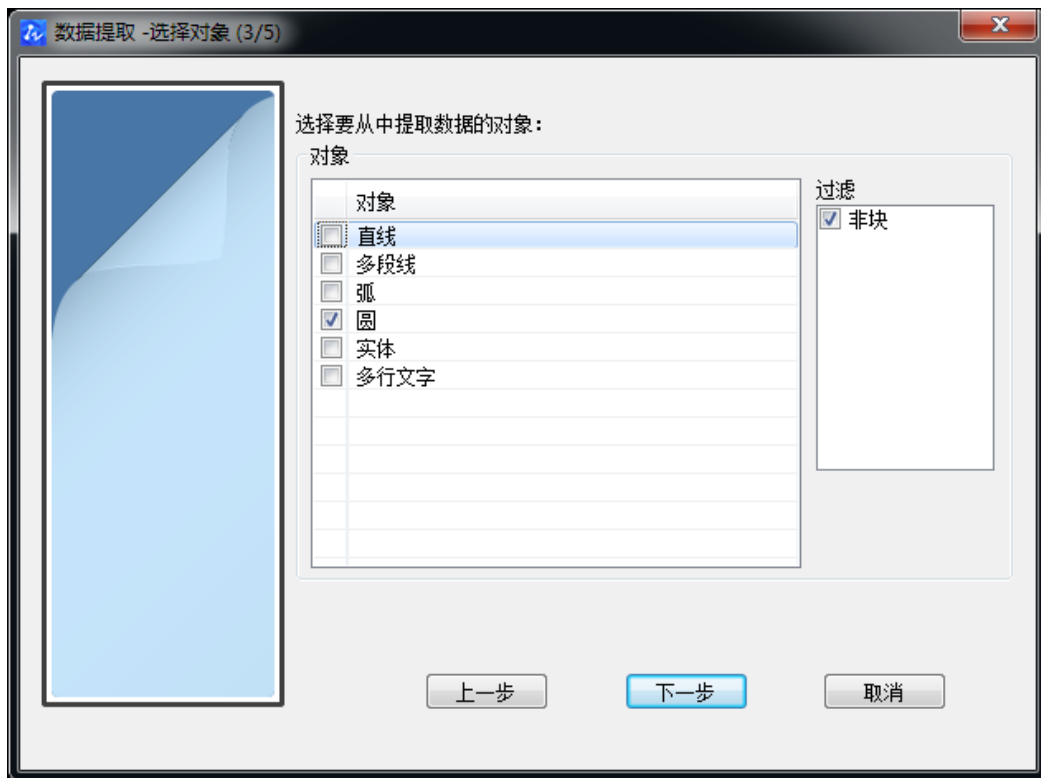

图 9-39 “数据提取-选择对象”对话框
c) 弹出“数据提取-选择对象”对话框中，只保留“圆”对象，如图 9-39 所示，点【下一步】按钮。